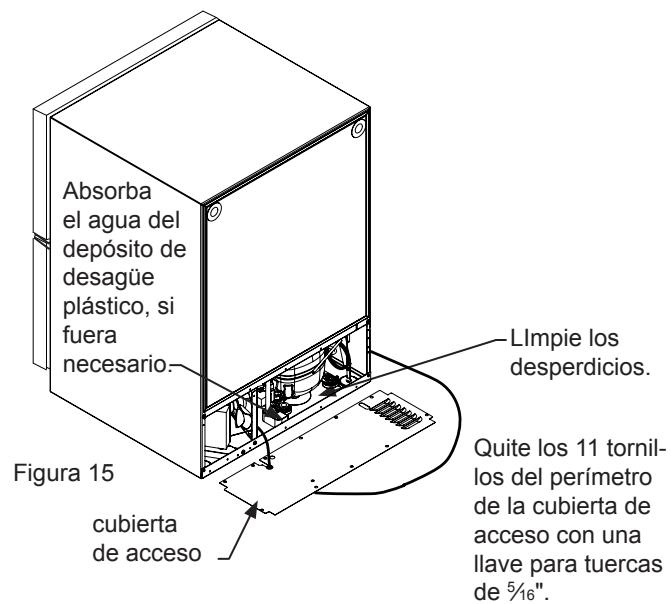

Figura 15
9. Quite la cubierta de acceso posterior (vea la Figura 15) y limpie la suciedad y desperdicios del compartimiento de la máquina mediante un cepillo y una aspiradora.